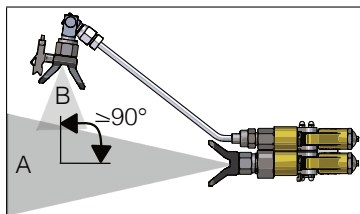

Рис. 12: Угол установки сопла для компонента В
- ▶ Установите поворотный переключатель с соплом компонента В так, чтобы материал под прямым углом встречался с компонентом А (см. Рис. 12).